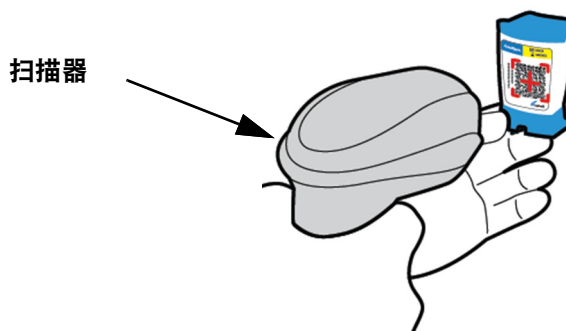

图 5-18. 扫描样品匣条形码
对于所有扫描操作来说，比如扫描患者 ID、样品 ID 和样品匣条形码，使用手持式扫描器的方法均类似，本节介绍样品匣条形码扫描。参见图 5-18。
1. 保持扫描器距离条形码 20 cm – 25 cm (8 in – 10 in)，使扫描器上的激光对准条形码图像，扫描条形码。图 5-18 所示为正要扫描的样品匣条形码。